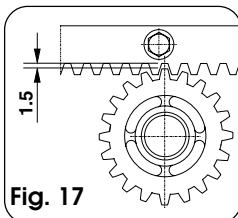

Fig. 17
- Au terme de l'installation de la crémaillère, pour garantir un engrènement correct avec le pignon, il est recommandé d'abaisser d'environ 1,5 mm (Fig.17) la position du motoréducteur.